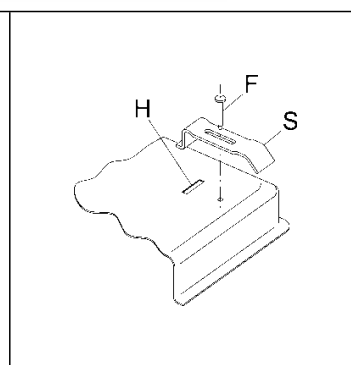

РИС. 10
- Закрепите рабочую поверхность скобами "S", совместив их выпуклую часть с прорезями в нижней части "H" и прикрутив винтами "F" (см. рис. 10).
- Закрепите рабочую поверхность скобами «S», совместив их выпуклую часть с прорезями в нижней части «Н» и прикрутив винтами «F» (см. рис. 10).